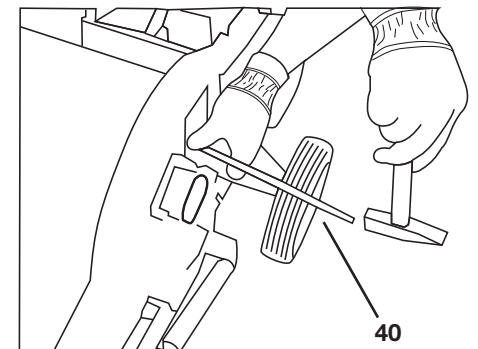

Bild 34
Drehen Sie den Rotor so, dass die Schlägerachse durch die Montageöffnung (39) entnommen werden kann, dazu muss mit einem Durchschlag (40) die Achse von der gegenüberliegenden Seite herausgeschlagen werden (siehe „Bild 34“).